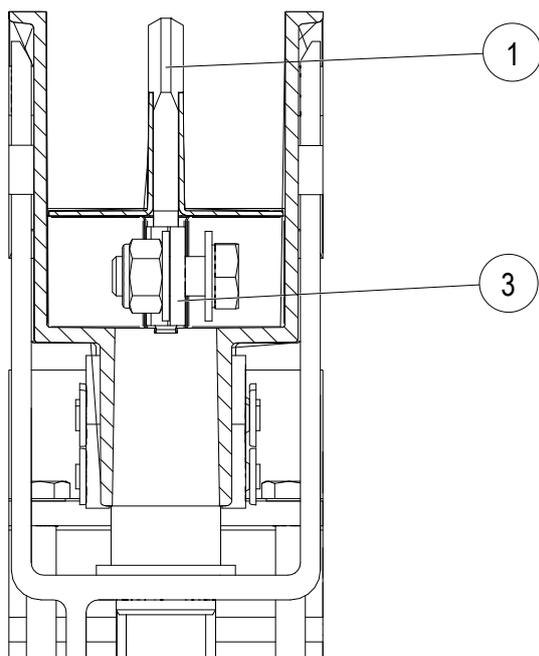

Fig. 124 : Le contact de glissement (pos. 1) est placé dans la plaque de contact (pos. 3)
- Le contact de glissement (pos. 1) doit être inséré entre la plaque de contact (pos. 3) et ne pas se trouver à côté (voir Fig. 124).